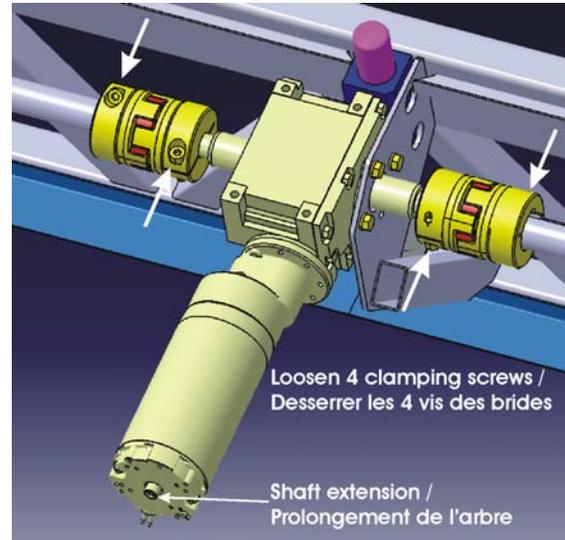

FIGURE 1
- a. Desserrer les vis des brides d'accouplement (figure 1). Si nécessaire, faire tourner le prolongement de l'arbre du moteur afin d'avoir accès aux vis.